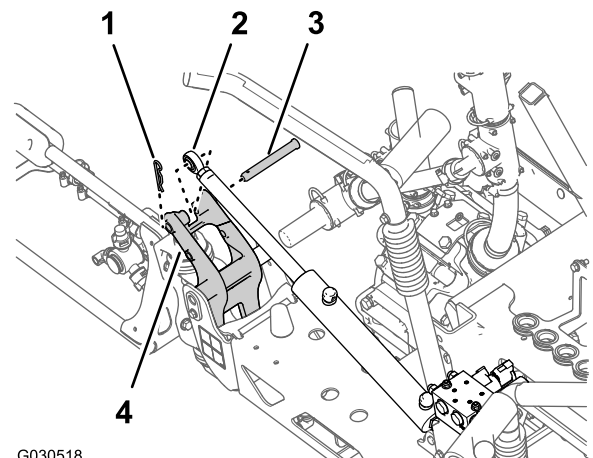

Figura 63
3. Retire el pasador y la chaveta que sujetan el extremo de la varilla del cilindro de elevación al soporte de giro (Figura 63).